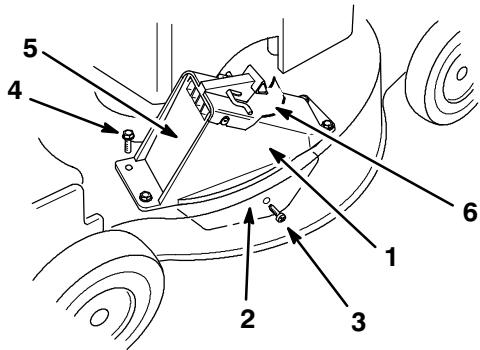

Figure 83
1. Rivet (4)
7. Insérez la languette de l'éjecteur dans le carter de tondeuse (Fig. 83).
8. Placez les trous de l'éjecteur en face des rivets du carter de tondeuse (Fig. 83).
9. Le trou de la languette doit se trouver dans l'alignement du trou latéral du carter de tondeuse (Fig. 83).
10. Vissez partiellement la vis autotaraudeuse en plastique fournie avec le bac de ramassage dans le trou latéral et la languette (Fig. 83).
11. Fixez l'éjecteur sur le carter de tondeuse à l'aide des trois vis fournies avec le bac de ramassage (Fig. 83).
14. Ouvrez et fermez le volet de l'éjecteur pour vérifier qu'il bouge librement (Fig. 83).